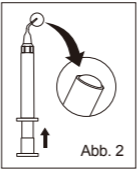

Abb. 2
- Mögliche Luft in der Dispensierungsspitze entfernt man durch vorsichtiges Drücken des Betätigungshebel, bis das Material die Öffnung der Spitze erreicht (Abb. 2).